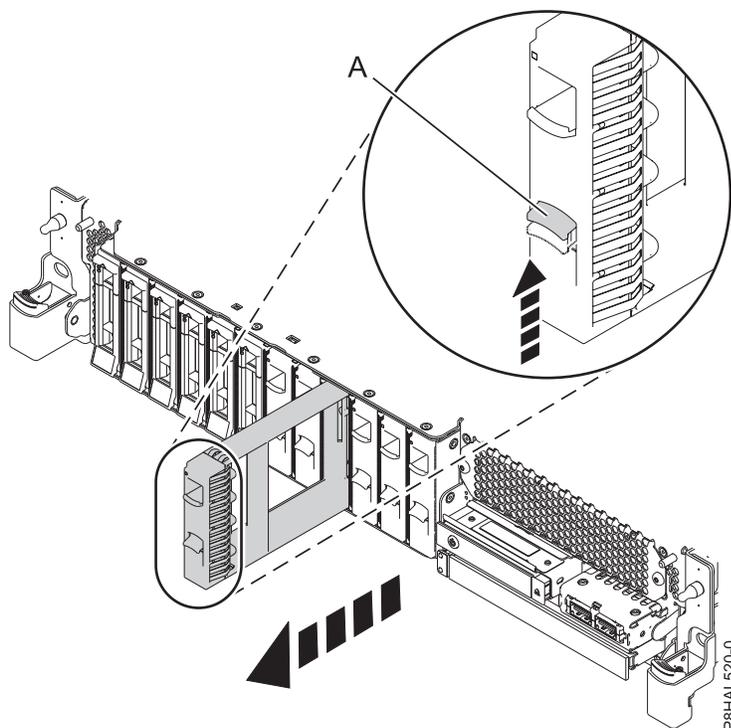

Figura 22. Extracción de un panel de relleno de unidad de disco de un sistema de función base
- a. Empuje el pestillo (A) en el asa del panel de relleno en la dirección que se muestra en la Figura 22 en la página 27.